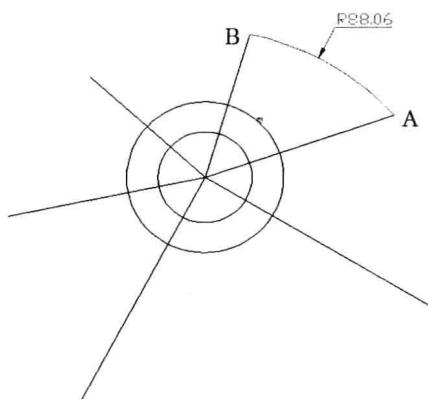

图 3-7-2
(5) 选择菜单命令“绘图 / 圆弧 / 起点、端点、半径”，捕捉并单击端点 A、B，输入半径“88.06”，绘制圆弧，按 Enter 键，绘制的圆弧如图 3-7-2 所示。